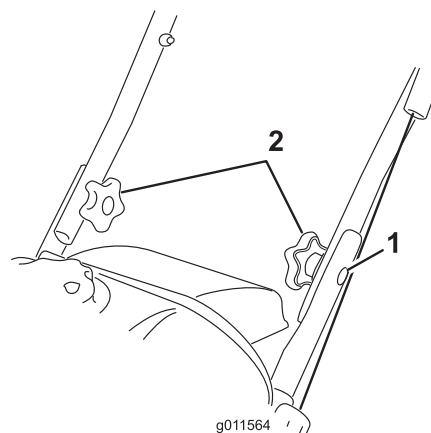

Figure 4
2. Insérez les boulons à tête ovale dans les trous alignés, les têtes des boulons se trouvant à l'extérieur du guidon (Figure 4).
1. Boulon à tête ovale (2)
3. Placez les rondelles bombées et les boutons sur les boulons à tête ovale à l'intérieur du guidon (Figure 4) et **serrez solidement les boutons**.